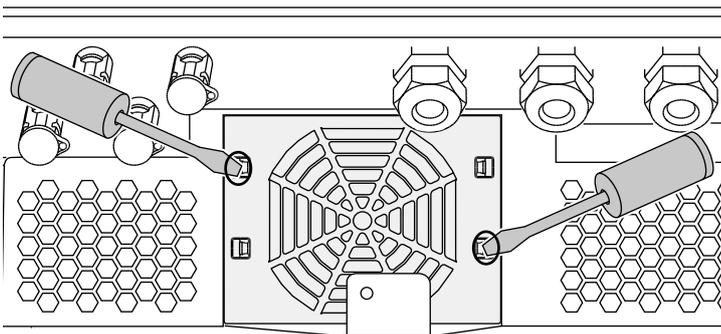

Abb. 58: Befestigungslaschen lösen
3. Mit einem zweiten Schraubendreher die Befestigungslaschen zur Lüftermitte drücken. Lüftereinheit leicht hervorziehen. ↗ Abb. 58